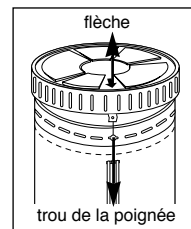

Fig.4
B.) PLAQUE SUPÉRIEURE DE FIXATION : (Fig. 4)